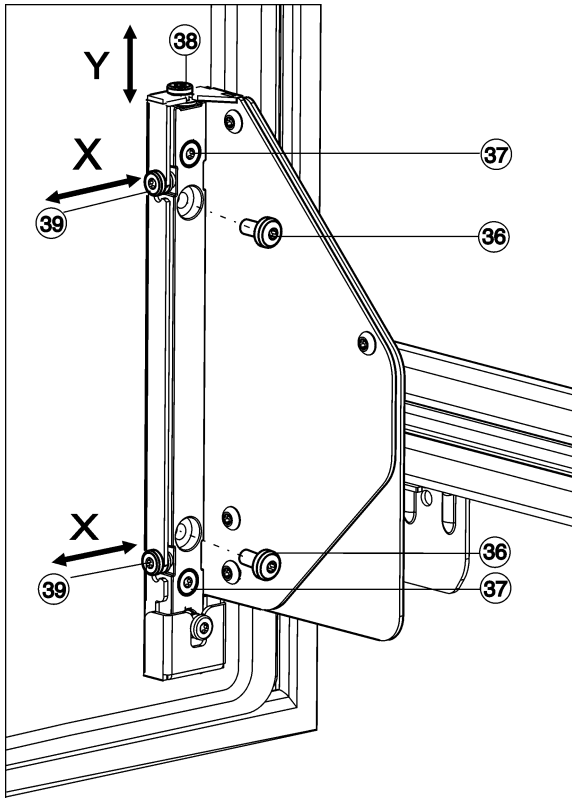

Fig. 27
- ▶ Deșurubați și scoateți complet șuruburile Fig. 27 (36).
- ▷ Eliminați ca deșeu șuruburile Fig. 27 (36), acestea nu mai sunt necesare.
- ▶ Desfaceți șuruburile Fig. 27 (37) numai cu 1 până la 2 rotații.
- ▶ Rotiți șurubul de corecție a poziției (38). În sens orar: ușa se deplasează max. 4 mm în sus. În sens anti-orar: ușa se deplasează max. 2 mm în jos.
- ▶ Strângeți din nou ferm toate șuruburile Fig. 27 (37).
- ▶ Dacă mai există șuruburile Fig. 27 (36), deșurubați-le și scoateți-le complet.
- ▶ Repoziționați șuruburile de reglaj pozițional Fig. 27 (39) în funcție de direcția de ajustare laterală dorită.
- ▶ După încheierea ajustării laterale, strângeți din nou ferm șuruburile Fig. 27 (37).